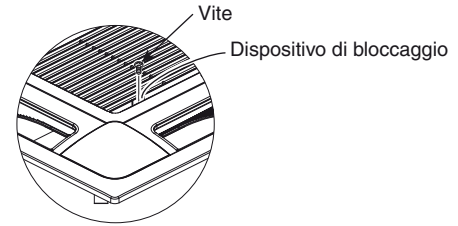

Fig. 7-3
- (1) Rimuovere la griglia di aspirazione dell'aria e il filtro dell'aria dal pannello del soffitto.
- a) Togliere le 2 viti sull'arresto della giraglia della presa d'aria. (Fig. 7-3) (Dopo avere installato il pannello a soffitto montare nuovamente la griglia di aspirazione dell'aria.)